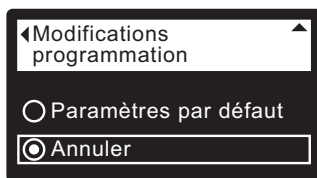

FIG. 37
1. À partir d'un écran d'état dynamique, appuyez sur le SÉLECTEUR (O) pour afficher le **Menu principal**.
3. Appuyez sur le SÉLECTEUR (O) pour afficher le menu des fonctions avancées.
5. Appuyez sur le SÉLECTEUR (O) pour afficher le menu de dépannage.
7. Appuyez sur le SÉLECTEUR (O) pour afficher le menu de modifications de la programmation (cf. Figure 37).
8. Appuyez sur le bouton DROITE (►) : le cadenas clignotant disparaît (cf. Figure 37).
9. Appuyez sur le SÉLECTEUR (O) :